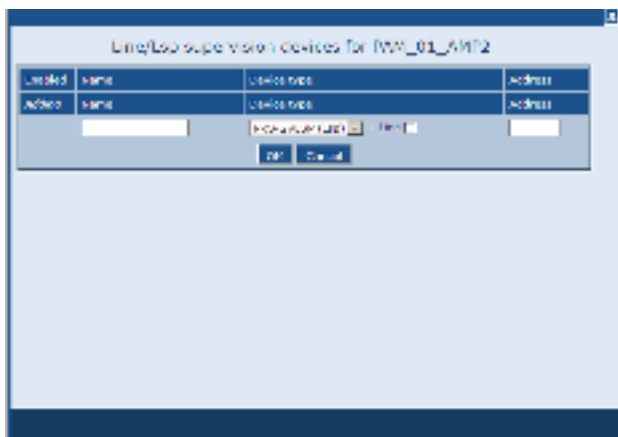

рисунок 44.16: Добавление контролирующего устройства, шаг 2
- 2 Нажмите кнопку *Add*, чтобы добавить новое контролирующее устройств для аудиовыхода. Отобразится экран, подобный экрану, изображенному на рисунок 44.16.